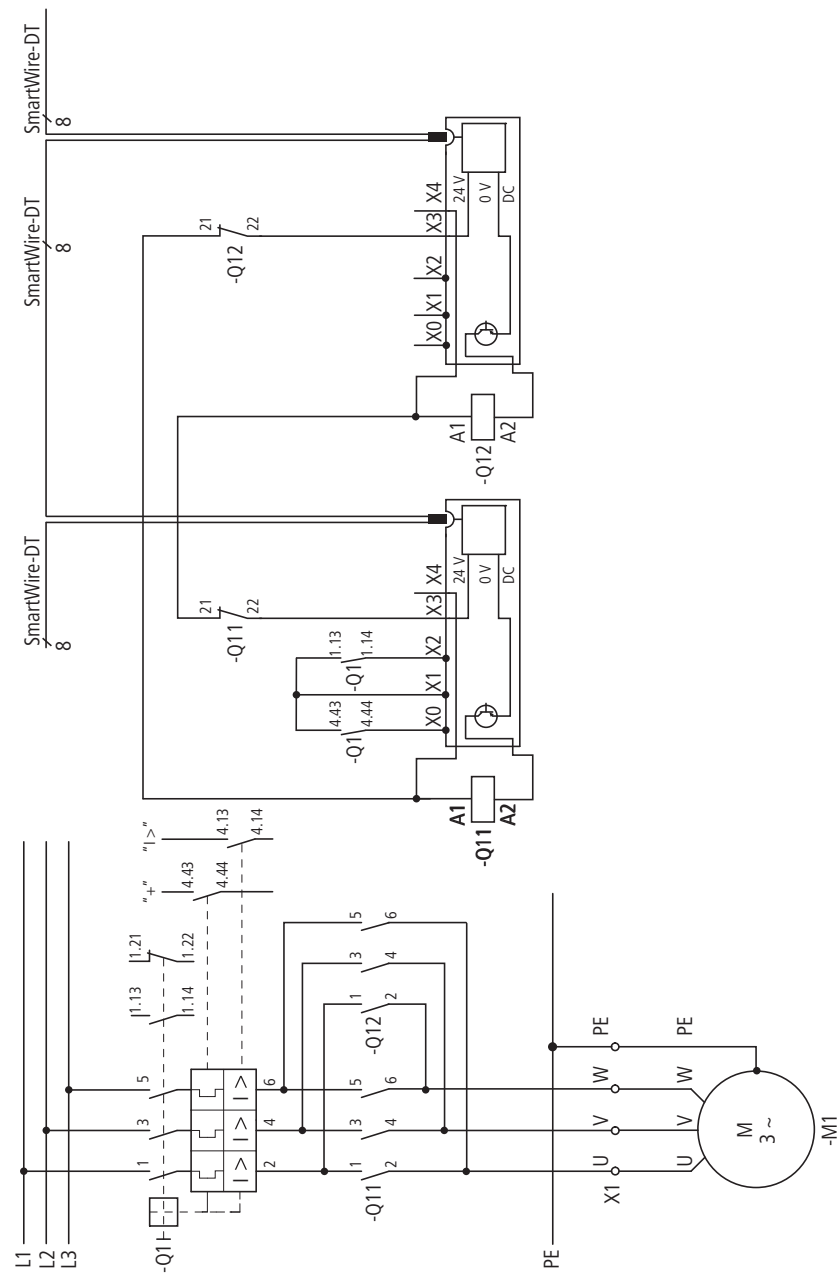
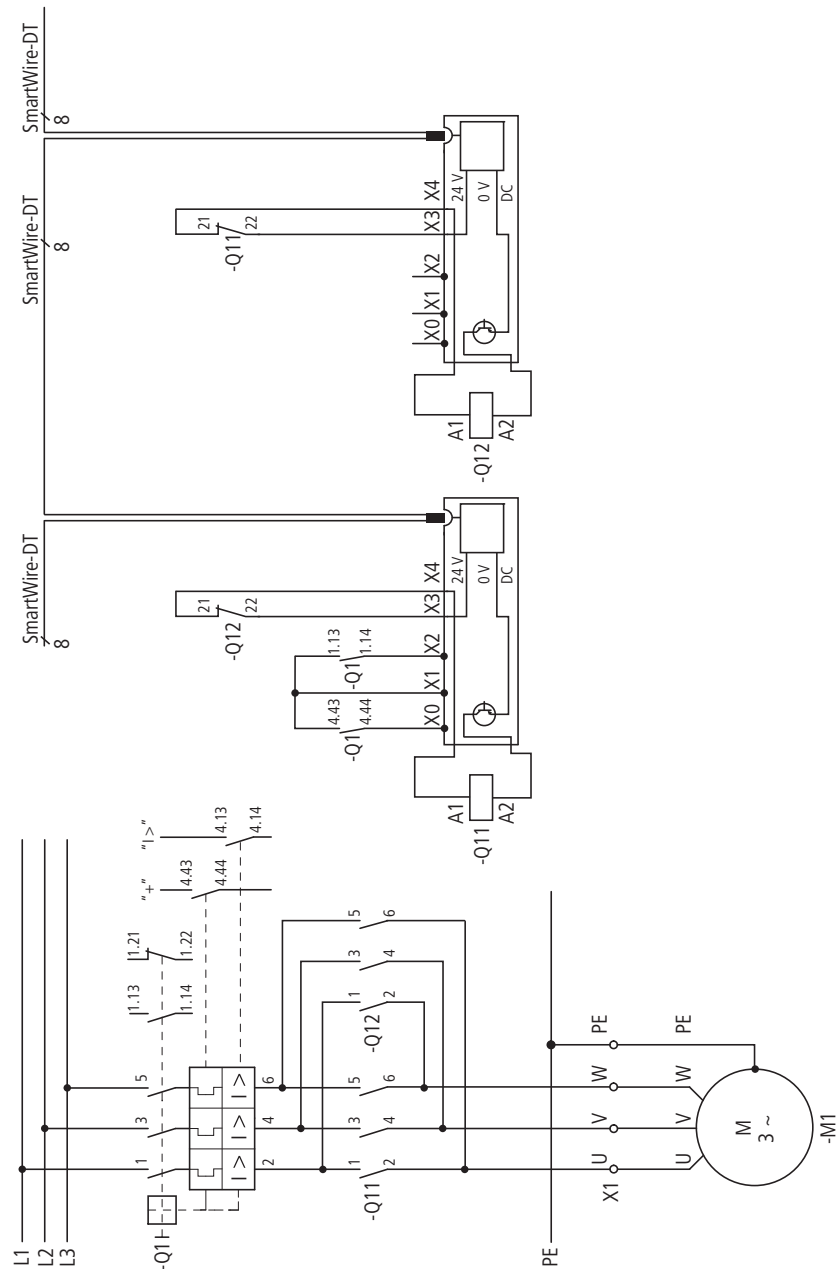

Abbildung 27: Stromlaufplan des Wendestarters in Kombination mit DILM12-XEV
Abbildung 28: Stromlaufplan des Wendestarters
Der Hilfskontakt „Freigabe“ ⑧ ist werkseitig mit einer Brücke verbunden, → Abbildung 28. Zur elektrischen Verriegelung der beiden Schütze wird diese Brücke entfernt und der Hilfsöffner (Kontakte 21-22) des anderen Schützes als potenzialfreier Kontakt eingebunden.
In Kombination mit der Brücke DILM12-XEV ist die Schaltung aus Abb. 27 zu verwenden. Eine elektrische Verriegelung mit Drahtbrücken ist dagegen nach der Schaltung in Abb. 28 auszuführen.
Neben den Besonderheiten, die im vorhergehenden Abschnitt „Direktstarter“ beschrieben sind, ist zu beachten, dass Wendestarter im nordamerikanischen Markt zusätzlich mit einer mechanischen und einer elektrischen Verriegelung ausgerüstet sein müssen. Die elektrische Verriegelung wird über den Anschluss Hilfskontakt „Freigabe“ realisiert → Abbildung 28, ⑧.